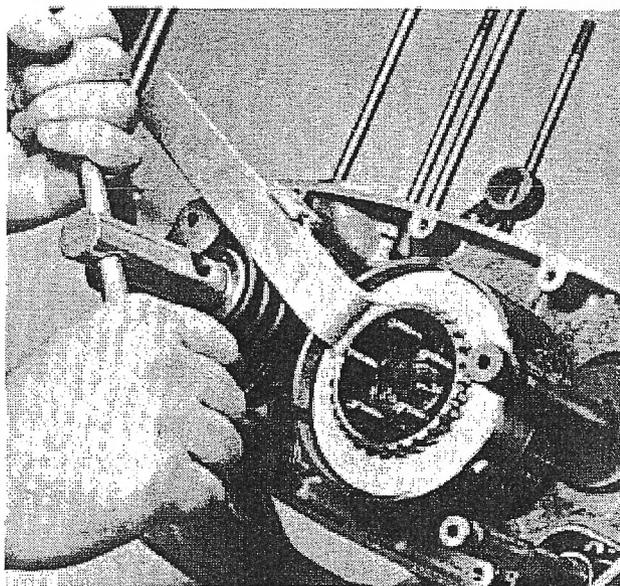

FIG. 9
12. Con la herramienta sujeta embrague enganchada en posición y utilizando la herramienta Ossa N° 999-210, afloja el tornillo allen ( Fig9 ) del eje de la transmisión elástica. Quita el tornillo allen, el tope del muelle, el muelle, y el platillo deslizante de las transmisión elástica.